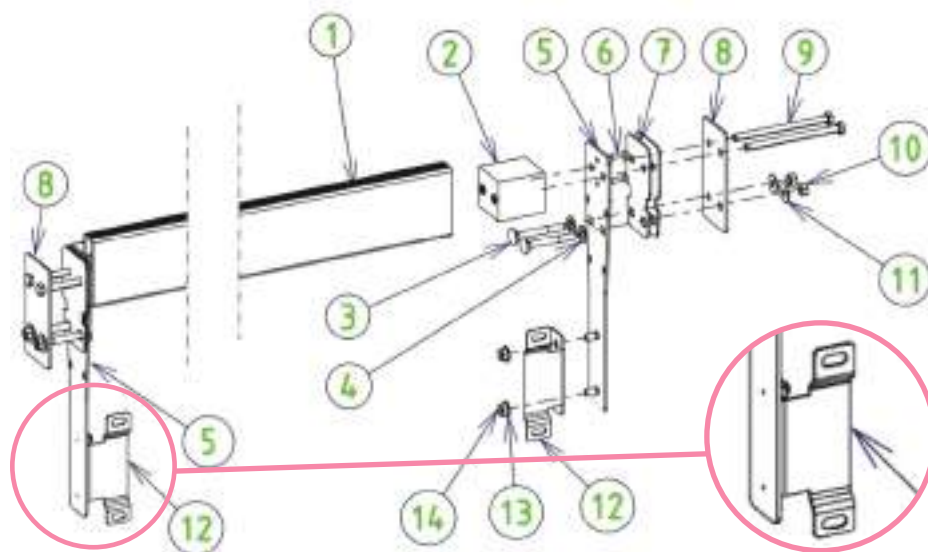

Рисунок 42 – Сборка и установка балки
Этапы установки балки показаны на **Рисунок 42**. Необходимые для сборки резьбовые детали вы найдете в пакете Y. На этом рисунке деревянная стенка расположена между деталями 7 и 8, а лайнер расположен между двумя резиновыми уплотнениями (7).
Установите два кронштейна опор перегородок (12) на пластины (5) с помощью четырех гаек (14) и четырех шайб A4 (13) из нержавеющей стали диаметром 8 мм. Выступы с продолговатыми отверстиями, предназначенными для установки кронштейнов (12), должны находиться с той же стороны балки (см. увеличенное изображение на **Рисунок 42**).
Порядок установки перегородки и прожектора показан на **Рисунок 42**. Необходимые для установки резьбовые детали вы найдете в пакете Y.
Наконец, закрепите перегородку в кронштейнах (деталь 12 на **Рисунок 42**) с помощью четырех призонных винтов (7) 8 × 16, четырех шайб и четырех гаек A4 из нержавеющей стали диаметром 8 мм.